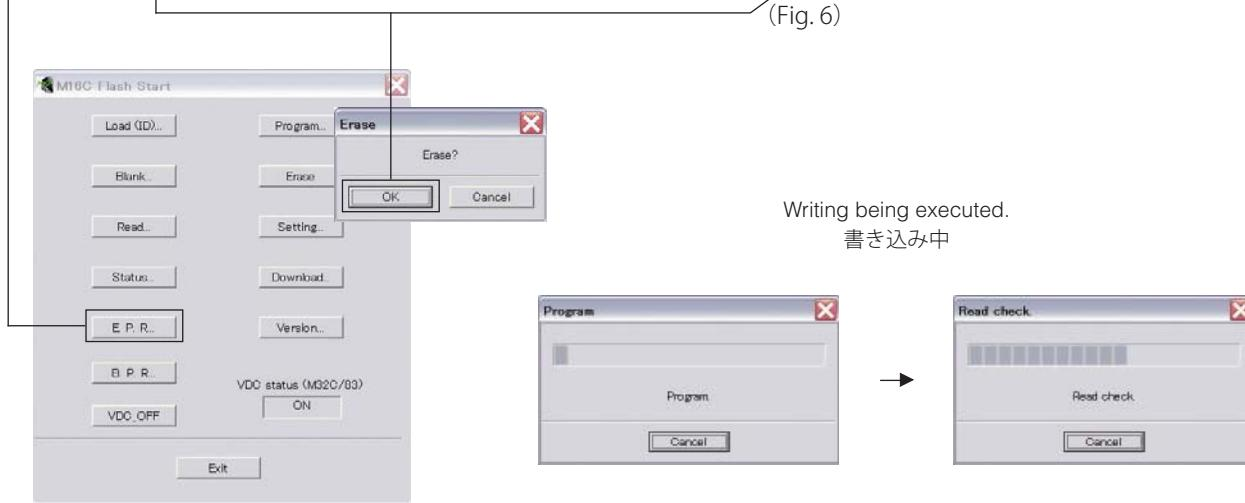

Fig. 6
8. Click [E.P.R.], then the “Erase” screen appears. (Fig. 6)
9. Click [OK] to start writing. (Fig. 6)
8. [E.P.R.] をクリックすると、「Erase」が表示されます。 (Fig. 6)
9. [OK] をクリックし、書き込みを開始します。 (Fig. 6)